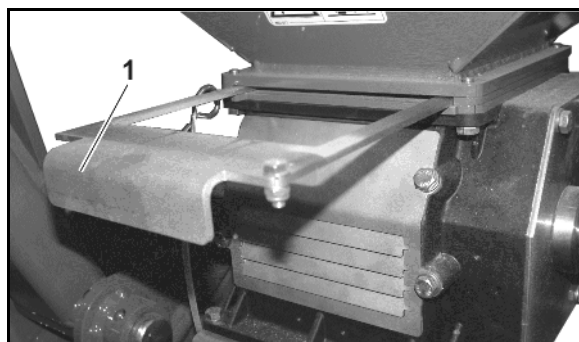

Рис. 78
- 5.2 Заслонку (Рис. 78/1) переместите до упора в дозаторе.